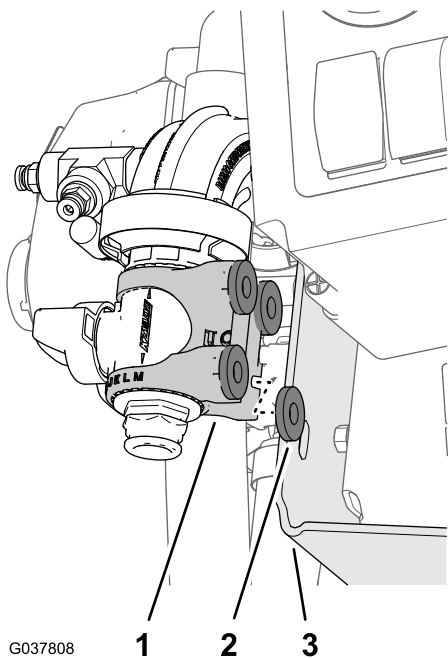

Figure 91
3. Alignez les 4 rondelles (5/16 x 13/16 po) entre le support en nylon de la vanne de coupure à bride et le support de vannes (Figure 91).